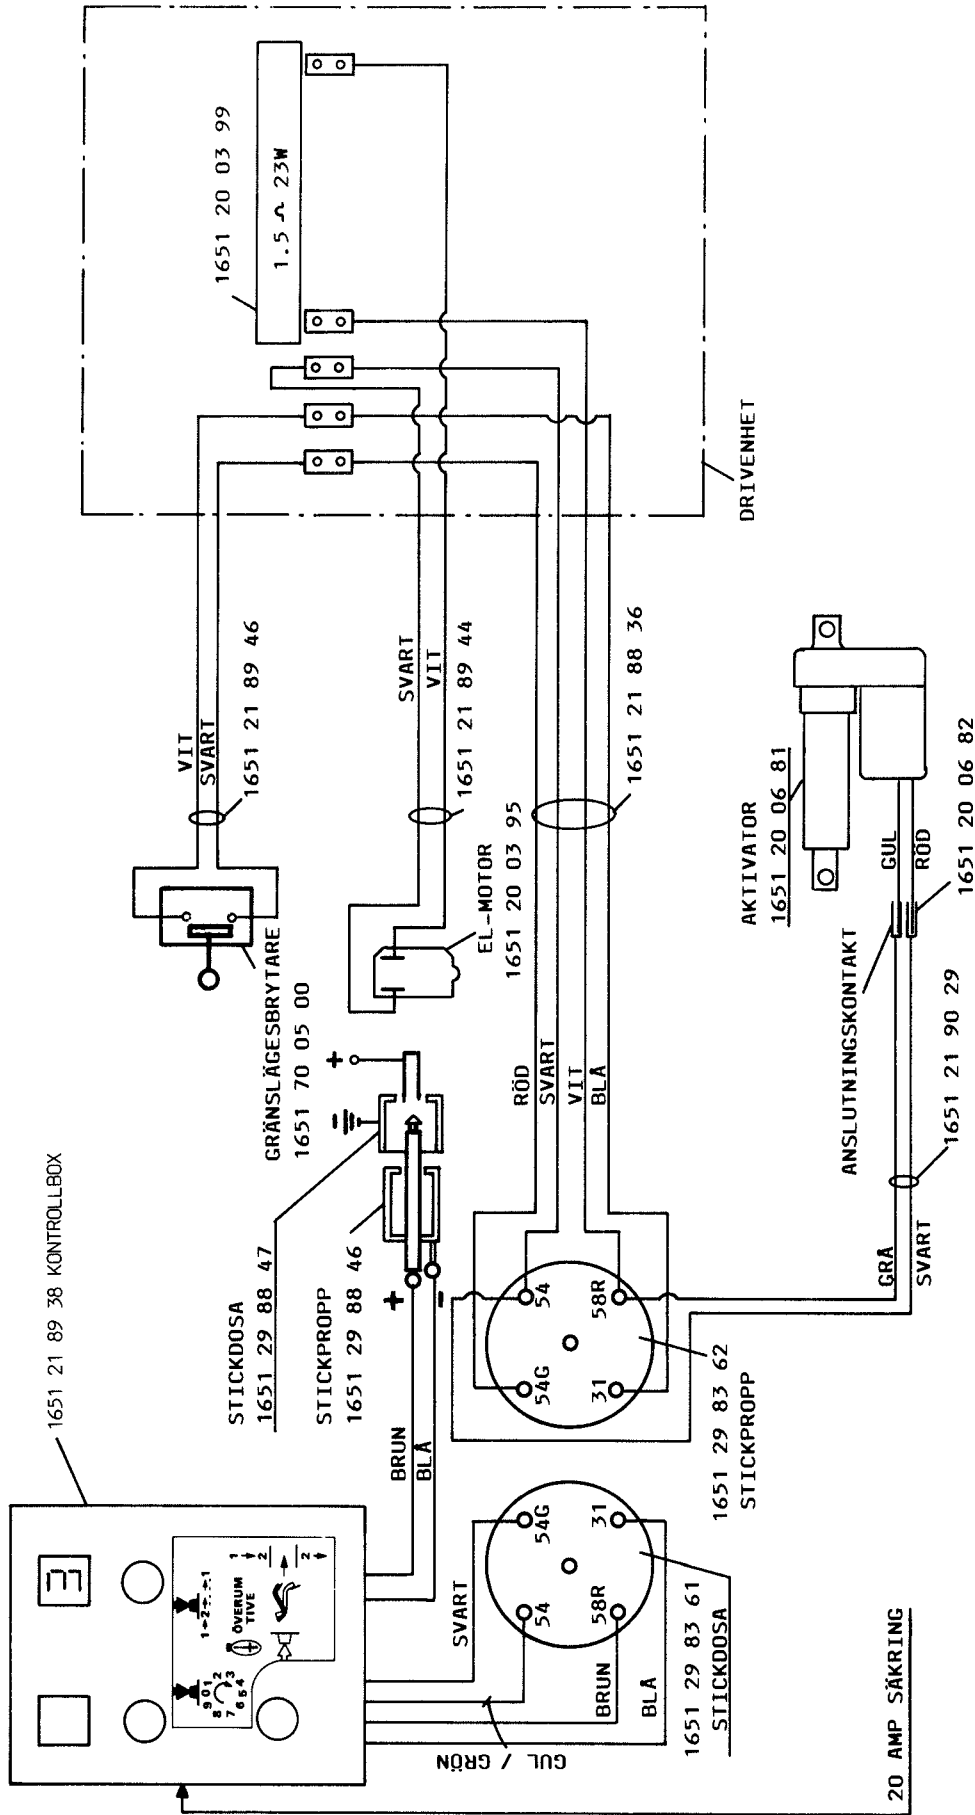
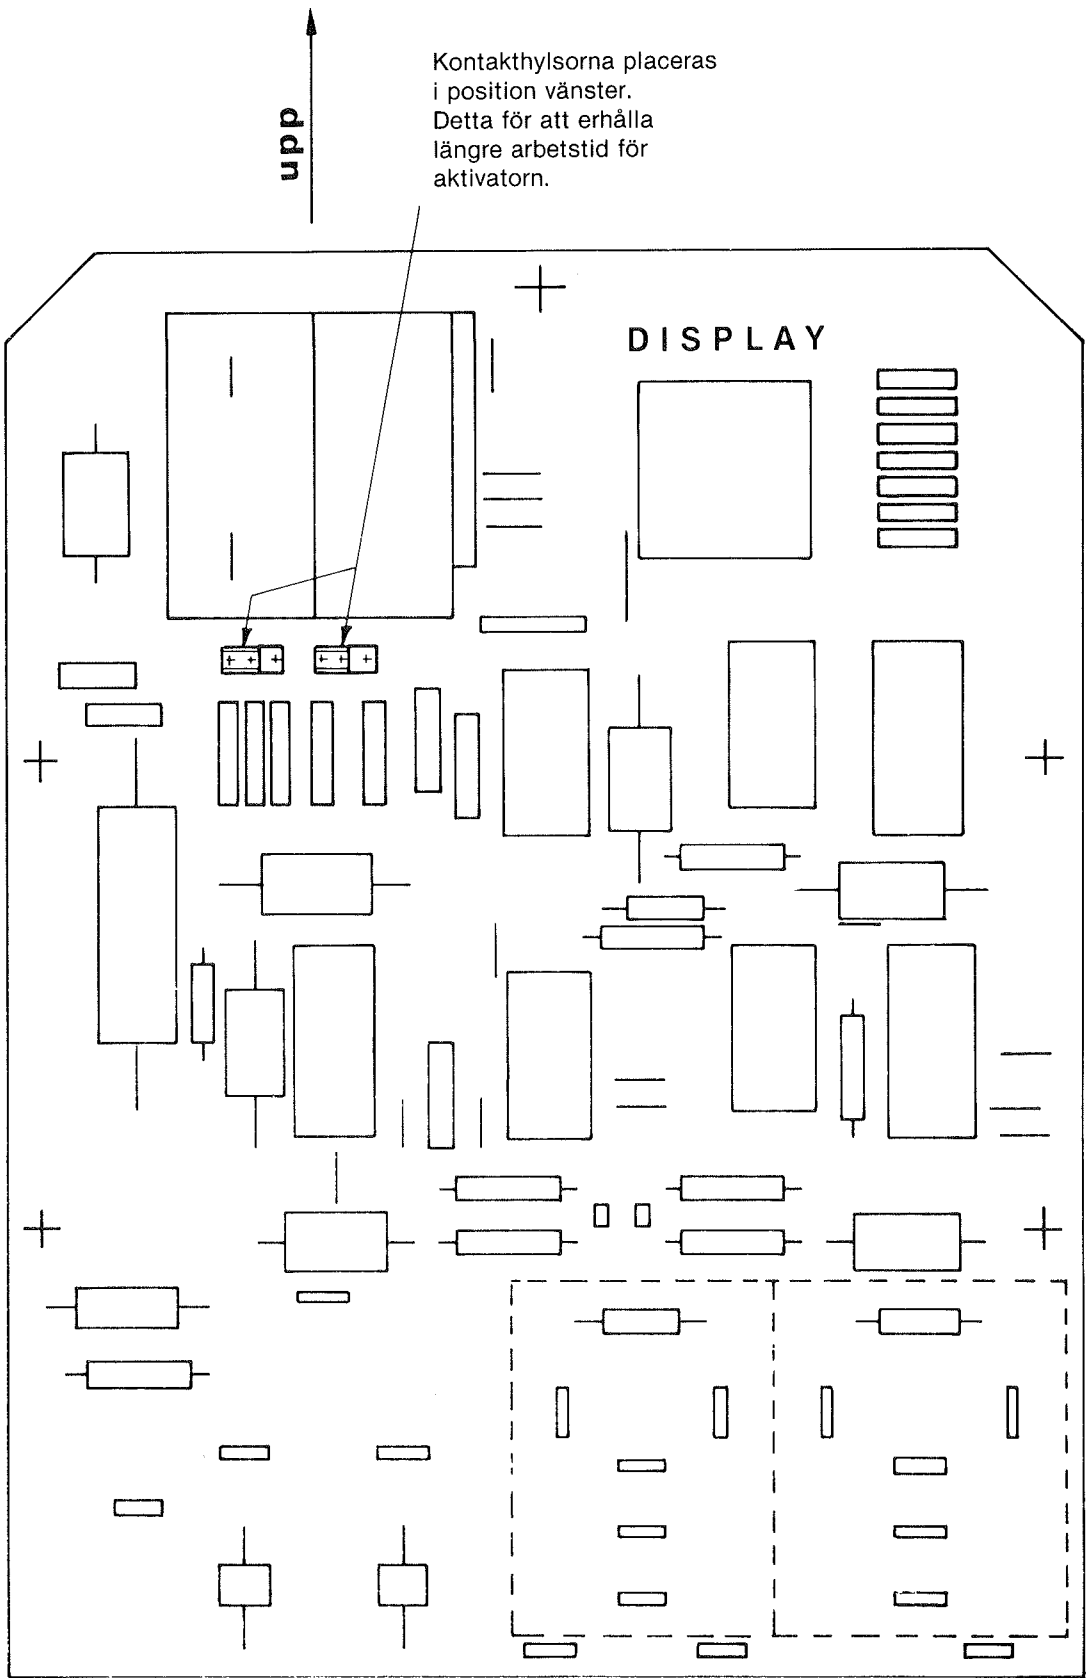

Fig. 74 Kopplingschema för ritsmarkör för körspår
Fig. 75
5. El-ledaren dras fram till stickproppen (5-polig) och anslutes till pol 54 respektive pol 58 R enligt fig. 74. OBS! Denna koppling göres då kontrollboxen ej är tillkopplad.
6. Montera lyftarmen (C) på stativet med hjälp av axeltappen (L), samt anslut aktivatorn (M).
8. Placera kontakthylsorna i kontrollboxen fig. 75 i position vänster. Detta för att aktivatorn skall arbeta under längre tidsintervall.
9. Kontrollboxen inställes på förvalssiffra 3. Anslut kontrollboxen samt spänningskälla. Kontrollera om lyftarmen (C) ställer in sig på uppfällt läge, då är kopplingen rätt. I annat fall skall el-ledarna byta plats.
10. Montera pinnbalk (D), samt spårindikerare (E).